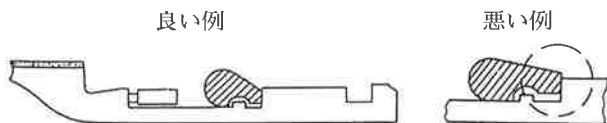

図23 ゴム輪装着例
ゴム輪セットの良い例、悪い例を図23に示す。
- (3) ゴム輪ヒール部が受口溝部へ入りにくい場合は、プラスチックハンマなどでゴム輪のテーパ部を軽く叩くと図23の良い例のようにセットできる。